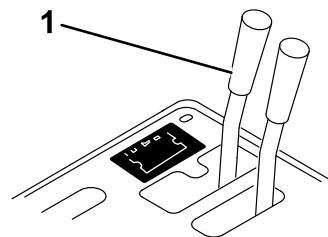
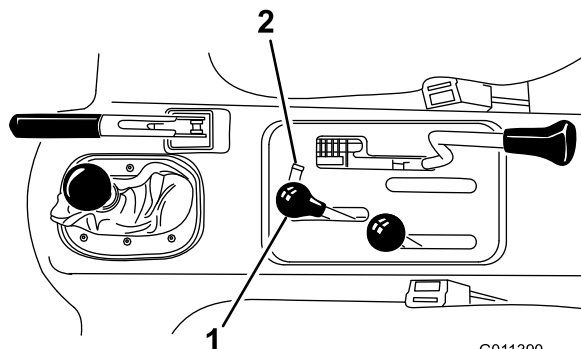

Figura 14
Figura 15
1. Sui veicoli con numeri di serie precedenti a 239999999, spostate la maniglia della valvola idraulica a distanza (Figura 14) in posizione di flottazione e sui veicoli con numeri di serie superiori e uguali a 240000001, spostate la leva di sollevamento idraulico (Figura 15) avanti e indietro per eliminare la pressione dal sistema e favorire il distacco degli accoppiatori rapidi.